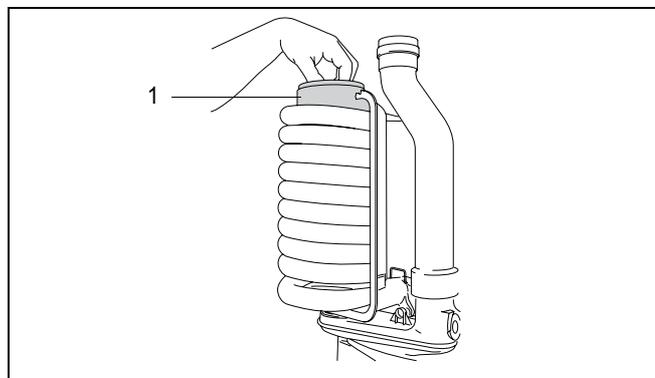

Fig. 40 Retirez la chambre de combustion de l'évacuation des fumées
- Retirez la chambre de combustion de l'évacuation des fumées de l'échangeur thermique (fig. 40, pos. 1).